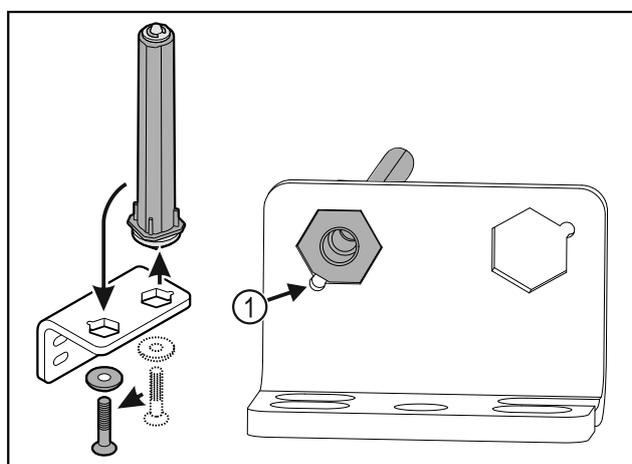

Fig. 35
- ▶ Dbajte na to, aby pri nasadzovaní ukazoval úkos čapu Fig. 35 (1) k okrúhlemu otvoru.